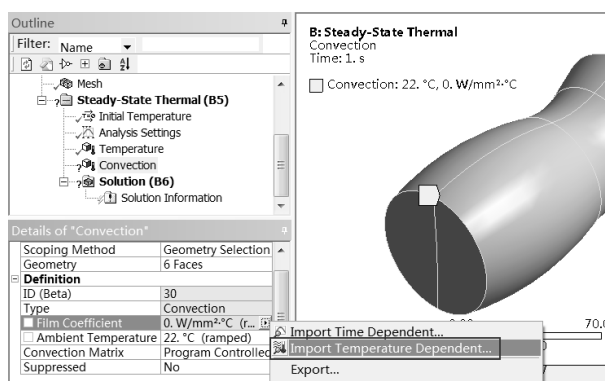

图 15-21 对流面
Step5：如图 15-21 所示，选择 Convection 选项，选择杯子外表面，确保 Details of “Convection”面板 Geometry 栏中出现 6 Faces，表明杯子外表面的六个面被选中，在